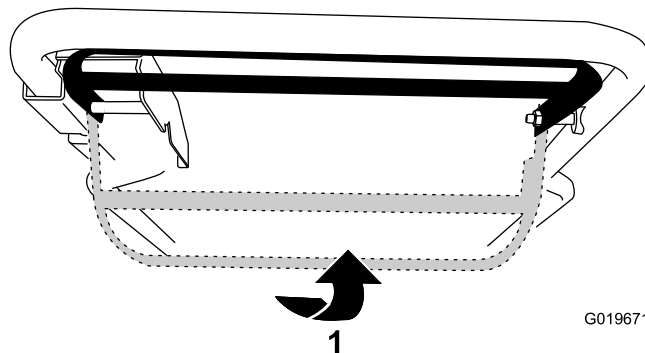

Figura 17
- **Para activar la autopropulsión sin activar la cuchilla:** Levante la barra de control de la cuchilla hasta el manillar (Figura 17).